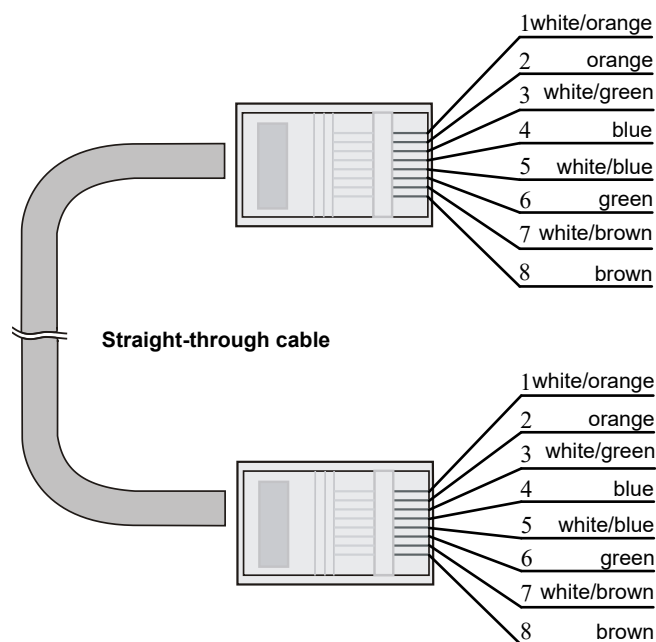

図 8-6 ストレートケーブル
- **ストレートケーブル**：ストレートケーブルの結線を図 8-6に示します。両端のピン配置は、568B 規格に従います。